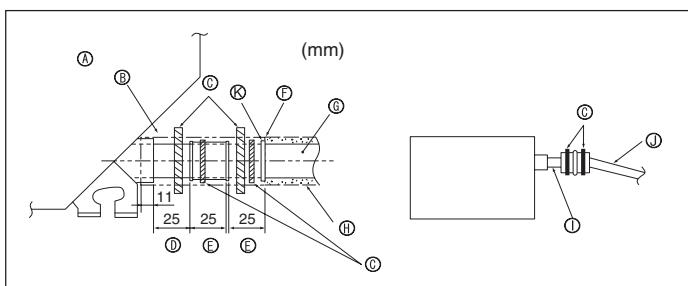

Fig. 5-2
⑬ PVC-pijp, O.D. ø32	⑭ Naar beneden lopend verval (1/100 of meer)
⑮ Maak de bocht zo groot mogelijk	⑯ PVC-pijp, O.D. ø38 voor gegroepeerd leidingwerk. (met tenminste 9 mm isolatie erop)
⑰ Binnenapparaat	⑱ Verhoogd
⑲ Gebruik dikker leidingen voor gegroepeerd leidingwerk.	⑲ Tot 85 cm
⑳
- Sluit de aftapbus (meegeleverd met het apparaat) aan op de afvoeropening. (Fig. 5-2)